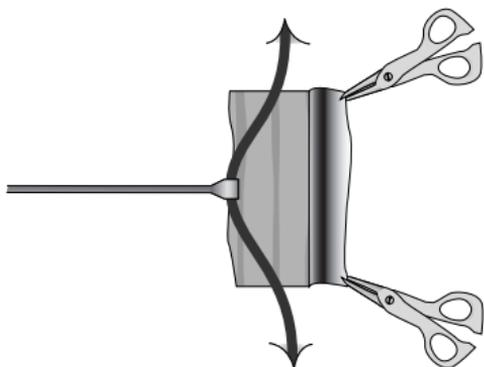

Figure 6. Isoler le nerf.
2. Disséquer délicatement la partie exposée du nerf pour la débarrasser du tissu et isoler un segment de nerf de 5 à 6 cm (Figure 6).